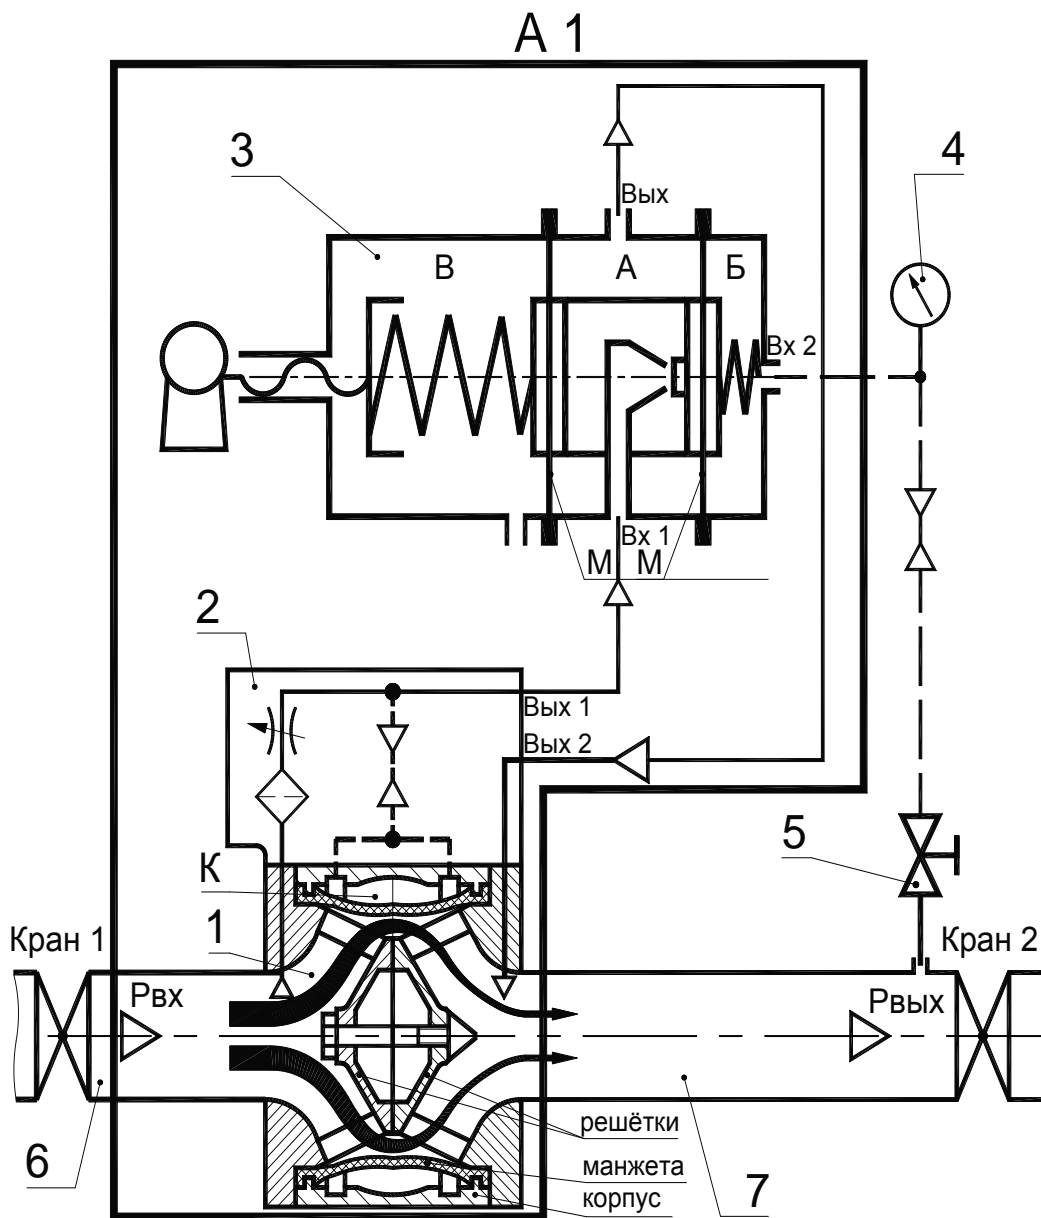

Рисунок 4 - Схема установки регулятора РДО-1 «после себя» на объекте
- прекратить подачу рабочей среды по трубопроводу, где установлен регулятор, т.е. перекрыть (рисунок 4) сначала кран 1, затем кран 2 и вентиль 5 на линии обратной связи и сбросить давление до нуля на участке трубопровода между кранами;